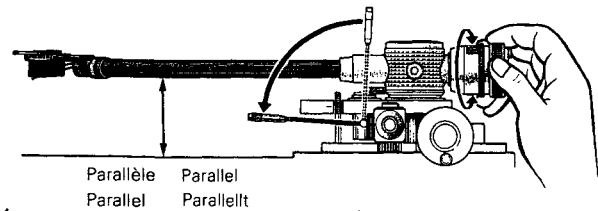

Fig. 17
- 1. Abaisser le levier du lève-bras et dégager le bras de son support. Tourner le contre-poids jusqu'à ce que le bras se trouve en équilibre parfait. (Fig. 17)
- 1. Tonarmlift nach vorn umlegen und den Tonarm von der Stütze abheben. Das Ausgleichsgewicht am hinteren Ende des Tonarms so lange im oder entgegengesetzt dem Uhrzeigersinn drehen, bis der Tonarm ausbalanciert ist und nur noch leicht auf- und abpendelt. (Fig. 17)
1. Zet de hendel van de toonarmlift naar beneden en neem de toonarm van de armsteun. Draai het contragewicht zodanig tot de toonarm in evenwicht is. (Fig. 17)
1. Sätt spaken för tonarmslyft och för ut tonarmen från stödet. Vrid motvikten så att tonarmen balanserar. (Fig. 17)